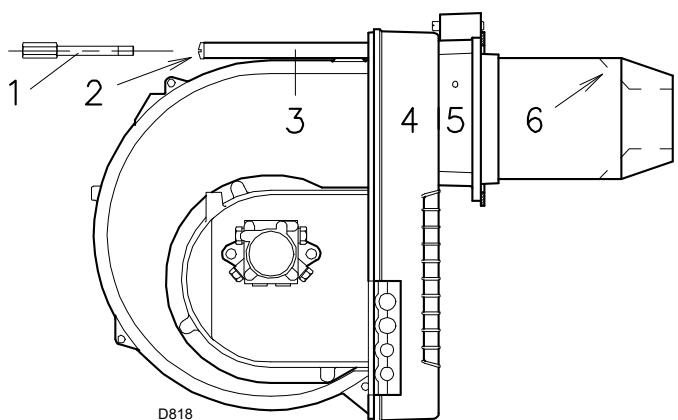

Fig. 14
- Monteer tenslotte de brander 4)(Fig. 14) op de geleiders 3) en laat hem tot aan de flens 5) lopen, lichtjes opgetild om te voorkomen dat de stabilisatorgroep in aanraking komt met de geleidervinnen 6) van de monding.
- Draai de schroeven 2)(Fig. 14) op de geleiders 3) vast, evenals de schroef 1) die de brander op de flens bevestigt.